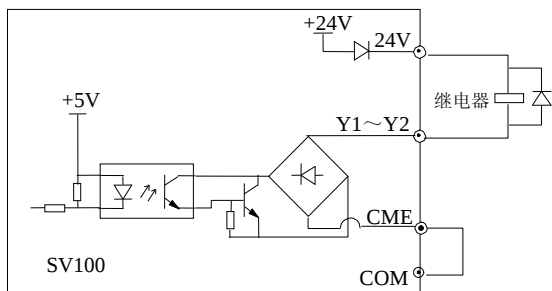
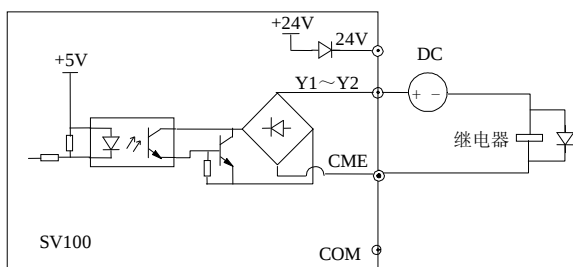

图 4-13 多功能输出端子接线方式 1
图 4-14 多功能输出端子接线方式 2
1. 多功能输出端子 Y1、Y2 可使用变频器内部的 24V 电源，接线方式请参见图 4-13。
2. 多功能输出端子 Y1、Y2 也可使用外部电源，接线方式请参见图 4.14。
5. 图 4-13、图 4-14 中，对于非 24V 继电器，应根据继电器参数选择合适的电阻，串接在继电器回路中。